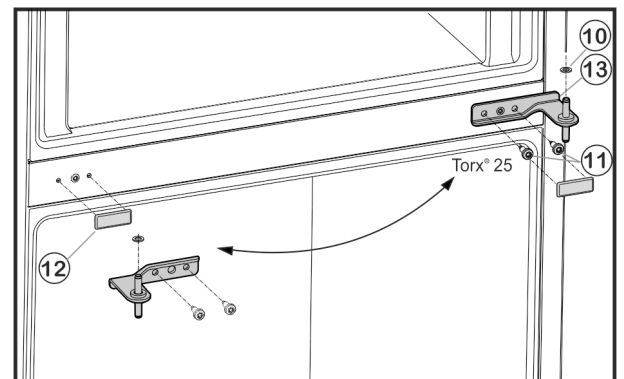

Fig. 6
- ▶ Tekerje ki a rögzítőcsavarokat Fig. 6 (11) (2 db Torx® 25), és húzza ki a középső csapágybakot az alsó ajtóból.
- ▶ Vegye le a műanyag alátétet Fig. 6 (10).
- ▶ Óvatosan húzza le a fedelet Fig. 6 (12).
- ▶ A fedelet Fig. 6 (12) az ellenkező oldalon szerelje vissza.
- ▶ A középső csapágybakot Fig. 6 (13) 180°-kal elfordítva csavarozza be az alsó ajtóba rögzítőcsavarokkal Fig. 6 (11) (2 db Torx® 25) **erősen (4 Nm-es nyomatékkal)** az új csuklópánt oldalára.
- ▶ Helyezze vissza a műanyag alátéteket Fig. 6 (10).
- ▶ A felső ajtót helyezze a középső csapágybakra Fig. 6 (13).